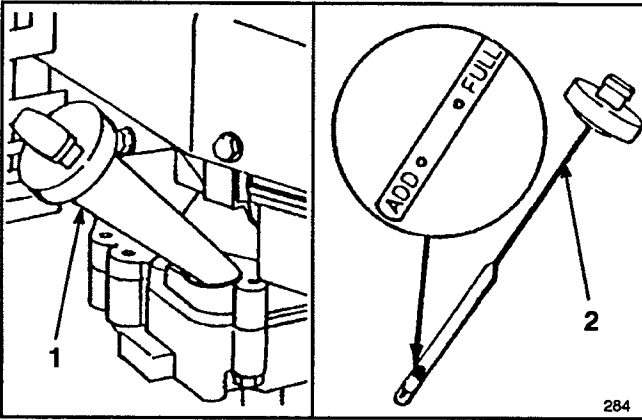

Figure 7
Remplir le carter moteur d'huile SAE 30 jusqu'à ce que le niveau atteigne le repère du plein (FULL) de la jauge comme illustré à la figure 7. La contenance maximale du carter moteur est de 750 ml d'huile (25 onces). Toutes les huiles de classe SF, SG ou SH (classification API — American Petroleum Institute), sont acceptables.
Avant chaque utilisation, vérifier que le niveau d'huile se trouve entre les repères FULL (plein) et ADD (ajouter) (Fig. 7). Faire l'appoint suivant les besoins.
3. Essuyer la réglette de la jauge et la réinsérer dans le goulot de remplissage. Visser le bouchon d'un quart de tour vers la droite. Retirer à nouveau la jauge et contrôler le niveau d'huile (Fig. 7). Si le niveau est insuffisant, ajouter juste assez d'huile pour atteindre le repère FULL. **NE PAS REMPLIR AU-DESSUS DE CE REPÈRE, CE QUI POURRAIT CAUSER DES DOMMAGES AU MOTEUR LORS DU DÉMARRAGE. VERSER L'HUILE LENTEMENT.**
1. VÉRIFIER LE NIVEAU D'HUILE—Veiller à ce que le niveau d'huile demeure entre les repères FULL et ADD de la jauge (Fig. 7).